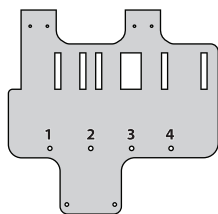

Figure 6
1. À l'aide de la Figure 6 et du tableau ci-dessous, repérez l'emplacement correct du trou de fixation sur le support de montage de votre tracteur :